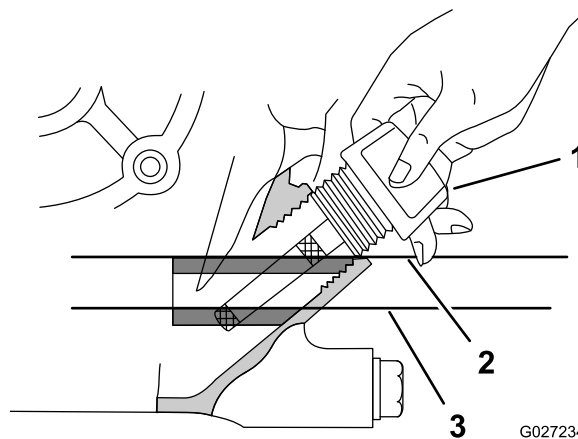

Figura 11
- Inserite l'asta di livello dal motore, come illustrato nella Figura 11.